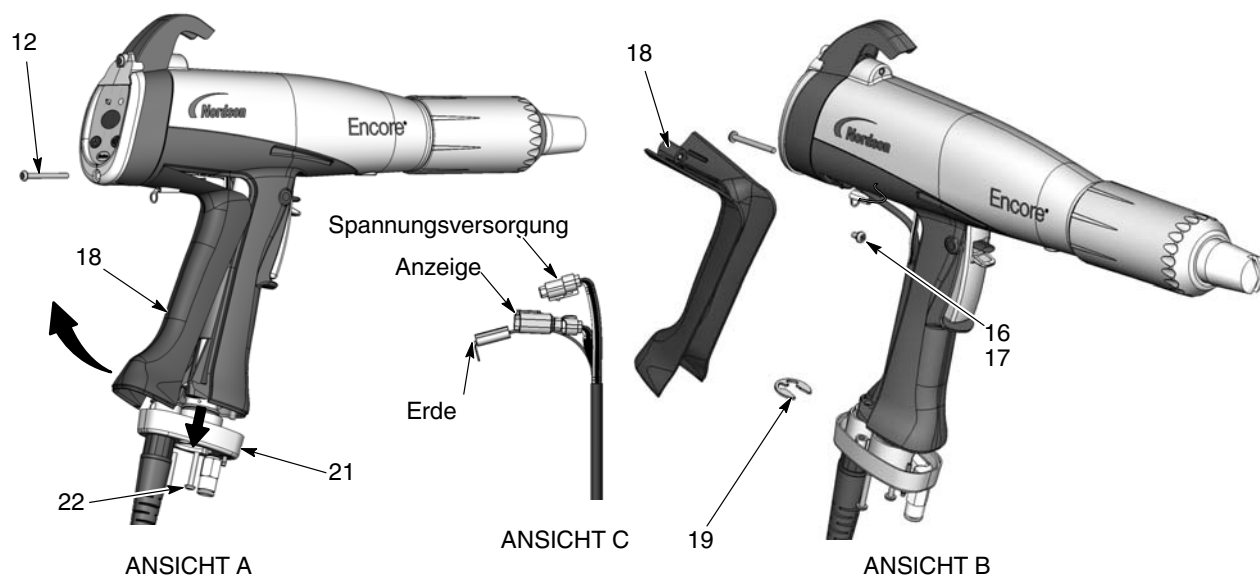

Abb. 6-7 Kabel ersetzen
2. Siehe Abbildung 6-7, Ansicht A. Die zwei M3 x 20 Schrauben (22) abnehmen, mit denen die Griffbasis (21) am Griff befestigt ist.
3. Die untere M3 x 35 Schraube (12) vom Anzeigemodul abnehmen.
4. Die Basis weit genug von Griff wegziehen, damit die Unterkante des Erdungsstücks (18) nicht mehr in der Basis sitzt.
6. Siehe Abbildung 6-7, Ansicht B. M3 x 8 Schraube, Sicherungsscheibe (16, 17) und Erdungsklemme vom Erdungsstück abnehmen.
7. Den Haltering (19) vom Kabel abnehmen.
8. Siehe Abbildung 6-7, Ansicht C. Die Kabelstecker aus dem Griff ziehen. Einen kleinen Schlitzschraubendreher in die Vertiefungen in den Steckern von Spannungsversorgung und Anzeige einführen, um den Schließhaken zu lösen, dann die Stecker trennen.
1. Siehe Abb. 6-7. Ein neues Kabel durch die Griffbasis führen, dann den Haltering (19) am Kabel anbringen, um es in seiner Position zu halten.